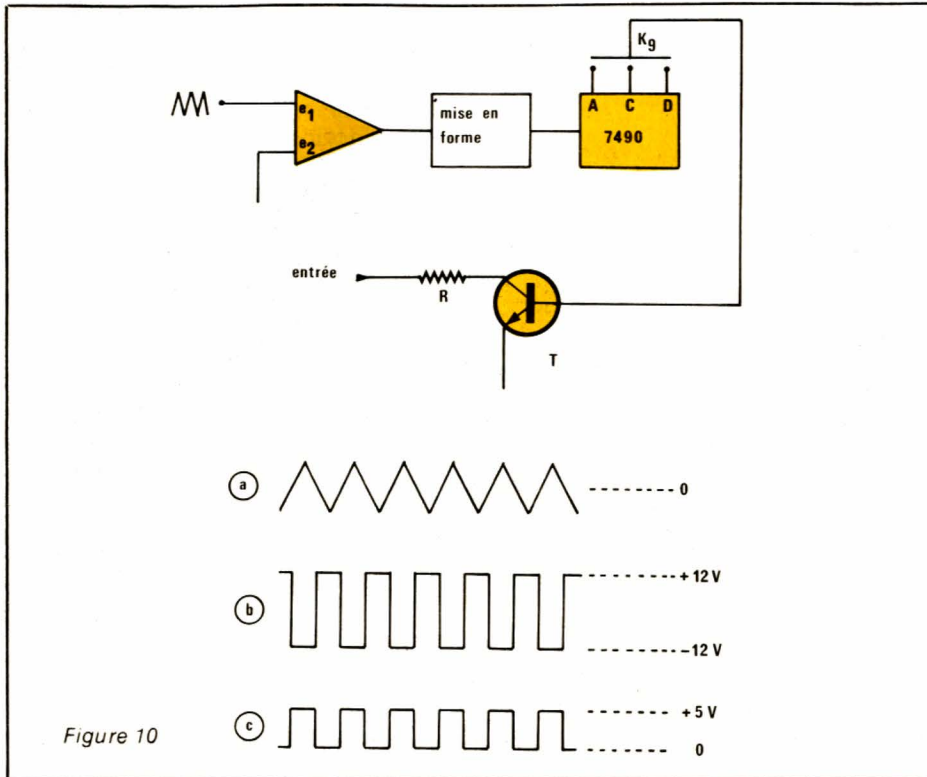

Figure 10
Il est illustré par la figure 10. Le signal principal (nous avons choisi les triangles dans la figure 10, mais le raisonnement s'applique aux deux autres formes d'ondes), attaque l'entrée e₁ d'un comparateur, dont on maintient l'autre entrée e₂ au niveau de la masse. Comme nous prélevons les tensions de l'entrée e₁ en un point de la carte 1 du générateur (revoir le synoptique du numéro 414) où ils sont centrés sur zéro, on dispose, en sortie du comparateur, de créneaux à rapport cyclique unitaire, dont les transitions montantes et descendantes coïncident avec les passages par zéro du signal principal, avec inversion de phase (l'entrée active du comparateur étant son entrée inverseuse).
Des circuits de mise en forme, ramènent ces créneaux aux normes TTL, en leur faisant subir une inversion de phase. Sur leur sortie, on dispose donc maintenant des créneaux de la ligne c de la figure 10 : ils servent à commander l'entrée de la décade SN 7490.
Depuis la sortie de la carte principale (résistance R_{45} sur la figure 10 du numéro 414), parviennent les signaux à découper. Grâce au commutateur K_{11} , on peut obtenir soit des salves séparées par des zones de silence total, soit des alternances de signaux dans des rapports d'amplitude de 1 à 10.
- raccorder la sortie « triangles » de la carte principale (prélevée sur le commutateur K₂, figure 10 et synoptique du numéro 414), sur la résistance R₃₆ de la carte 3.